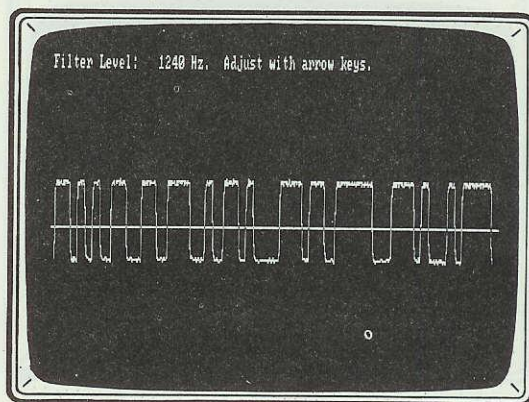

Fig.5 Sintonizzandovi su di una emittente RTTY, vi appariranno delle onde quadre. In tal caso la riga orizzontale andrà centrata.
**Tuning Scope** = questo tasto **T** permette di vedere sul monitor le **onde quadre** del segnale RTTY (vedi fig.5).
Il segnale di una emittente **RTTY** si può individuare con estrema facilità, perchè sul monitor si vedranno delle perfette **onde quadre** (vedi fig.5).
Amnesso che le **onde quadre** del segnale che state ricevendo risultino perfette (vedi fig.5), potrete procedere come segue: